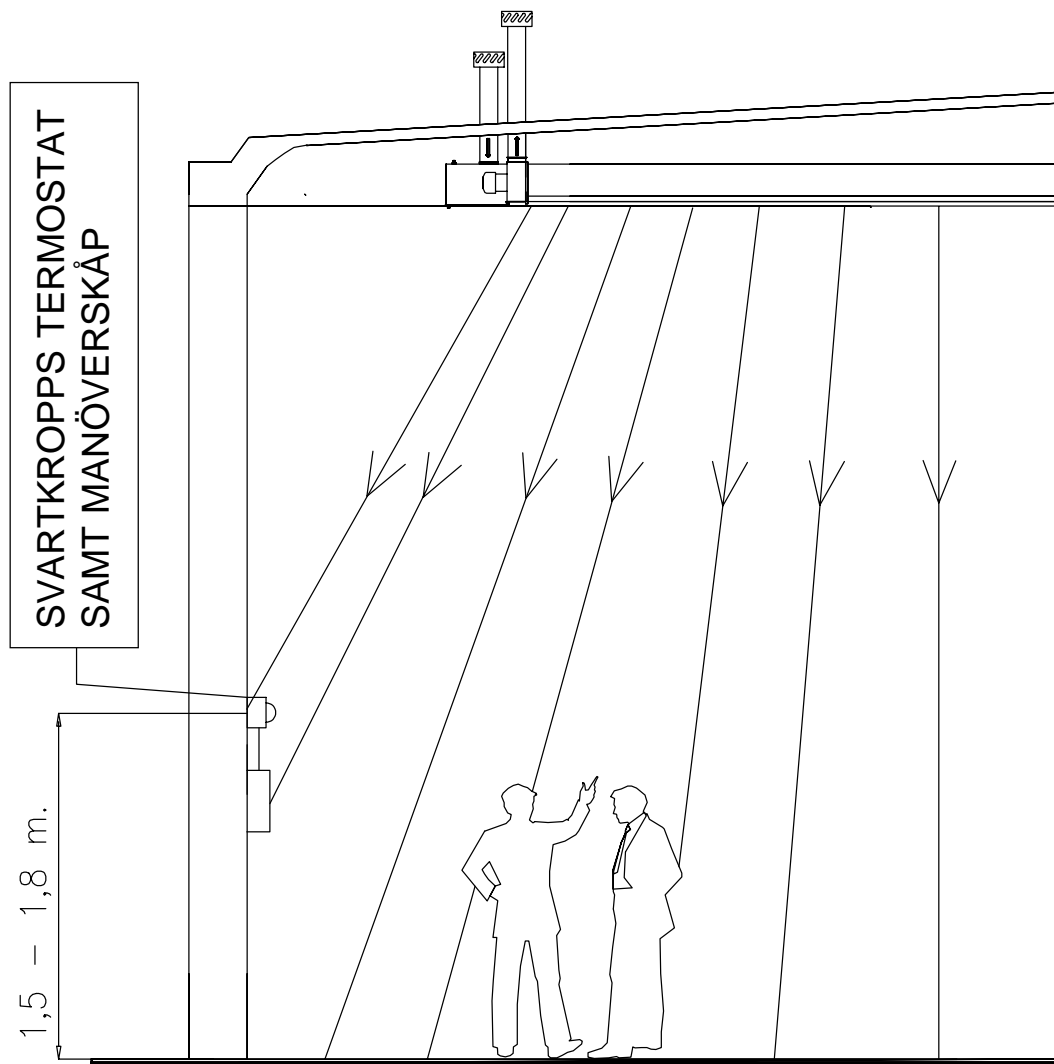

Fig. 23 Placering av svartkroppstermostaten
- Svartkroppskännaren (termostaten) skall placeras ca 1.8 m över golv och i synfältet från strålningsstuberna (se fig. 23).